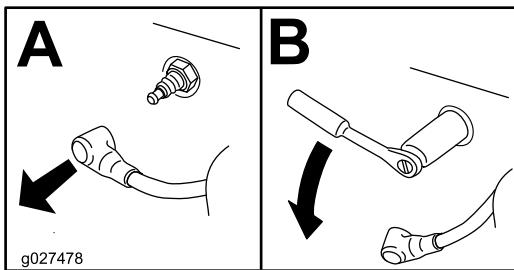

Figura 44
4. Retire la bujía (Figura 44).